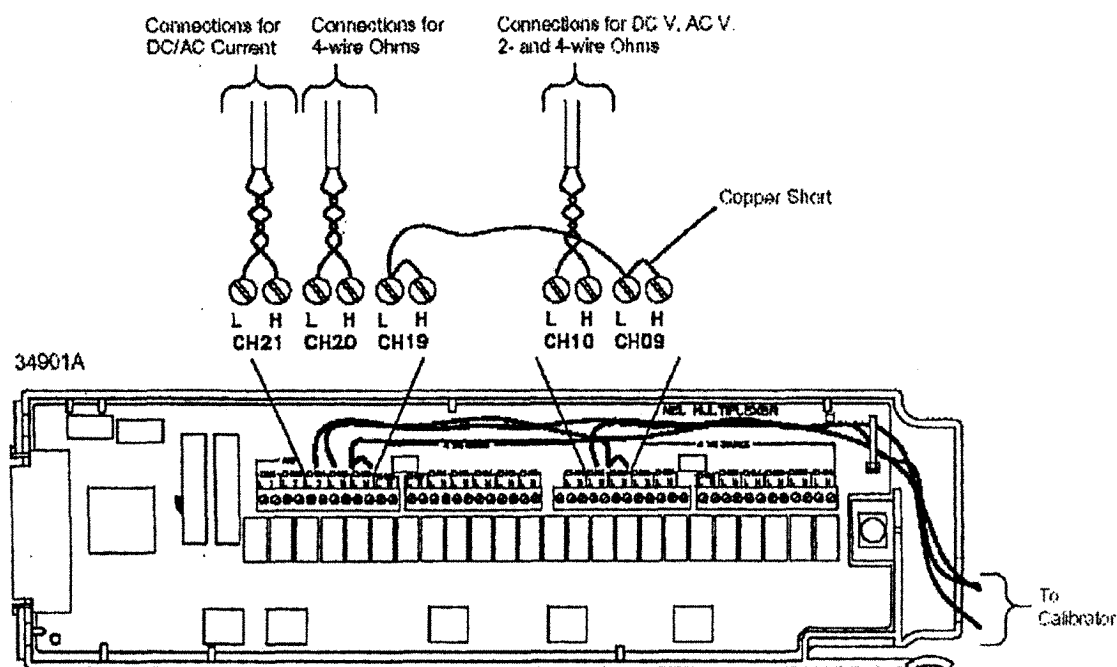

Рисунок 1. Схема соединений при поверке в режимах измерения напряжения, тока и сопротивления.
7.3.1.6 Выбрать с помощью вращающейся ручки номер канала 209, контакты которого накоротко замкнуты (см. рис. 1), а с помощью клавиши **Measure** функцию DC Volts и диапазоны в соответствии с таблицей 3. Выполнить п. 7.3.1.4 для всех диапазонов напряжения и измеренные значения напряжения смещения нуля заносить в таблицу.